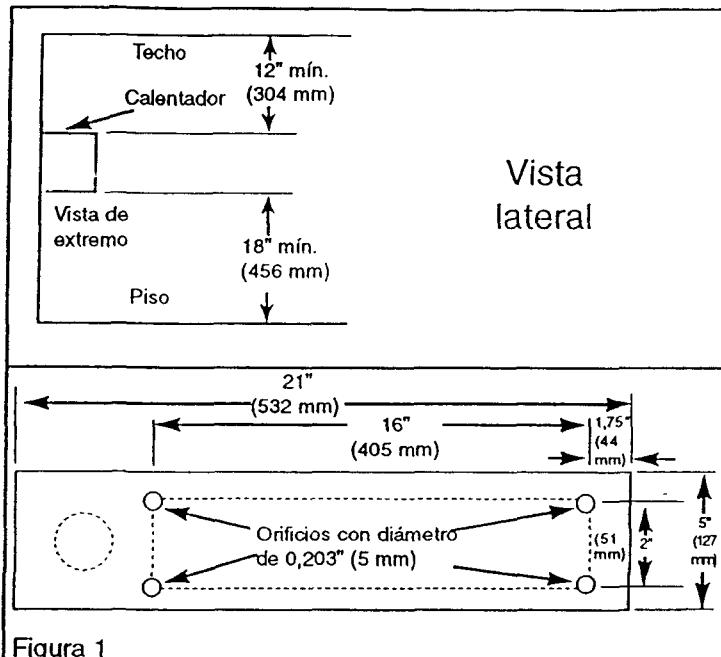

Figura 1
- Coloque el calentador en la posición deseada en la pared, manteniendo las separaciones mínimas que se indican en la advertencia 3 y se ilustran en la figura 1.